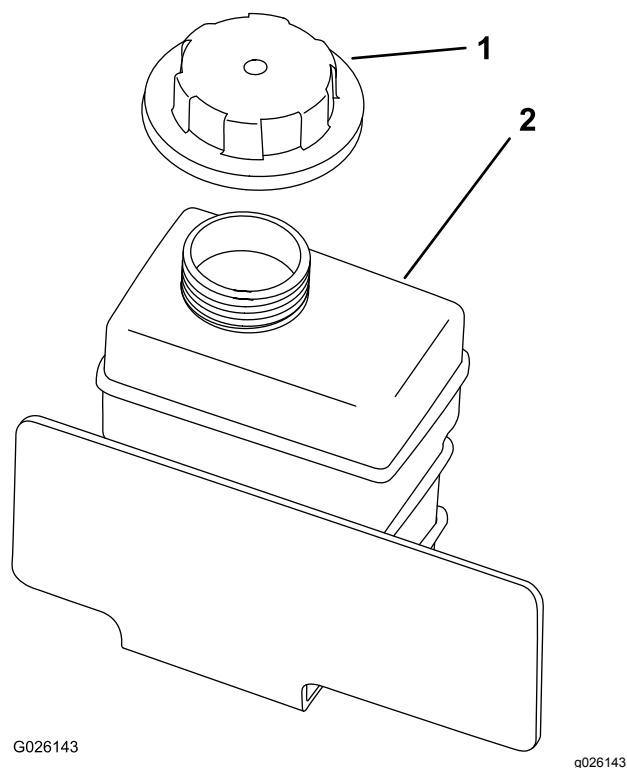

Figure 62
4. Enlevez le bouchon du vase d'expansion (Figure 62).